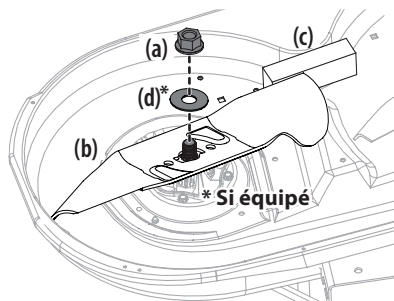

Figure 51
2. Utilisez une clé de 15/16 po pour maintenir l'écrou hexagonal au sommet de l'ensemble de la fusée en desserrant l'écrou hexagonal (a) et la rondelle (d)* retenant la lame (b). Vous pouvez placer une cale en bois (c) entre le carter du plateau de coupe et le tranchant de la lame (b) pour aider à débloquer l'écrou hexagonal (a) et la rondelle (d)* retenant la lame. Consultez la Figure 51.
3. Lorsque vous réinstallez les lames, assurez-vous de ce qui suit (consultez la Figure 51):